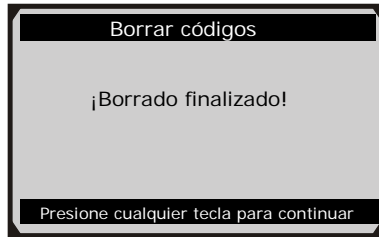

Figura 6.8
- Si los códigos se borran correctamente, se mostrará un mensaje de confirmación “Borrado finalizado” en la pantalla. (Figura 6.8)